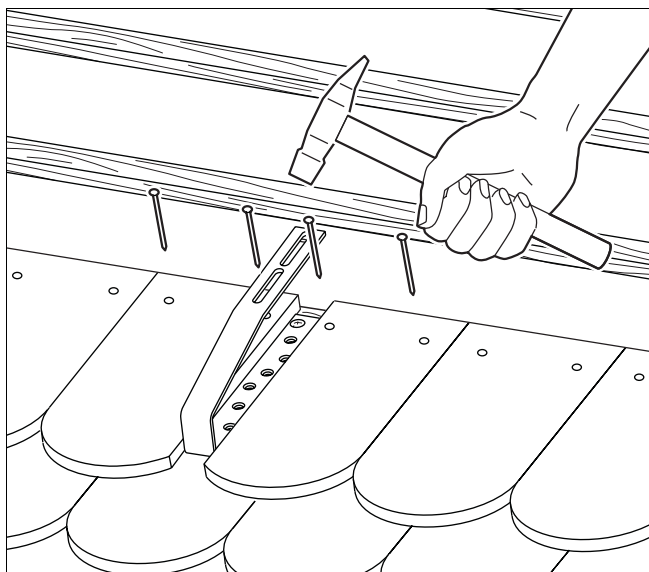

Fig. 26 Fixação das telhas planas
- ▶ Encaixe as telhas planas nas ripas (Fig. 26).